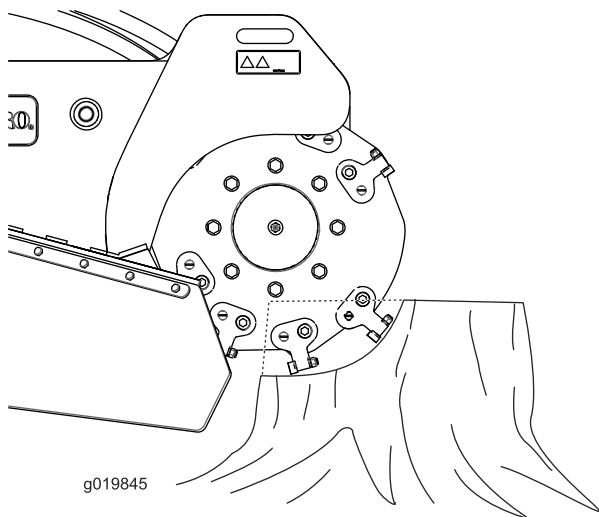

Figura 21
4. Utilizzate la leva di comando per spostare lentamente la tranciatrice attraverso la parte anteriore del ceppo, provocando una miriade di trucioli (Figura 21).
- Agite sui bordi del ceppo per ottimizzare il taglio. Quando l'area di taglio è prossima a 1/4 del diametro della ruota (Figura 21), sollevate la tranciatrice, spostatela in avanti e riprendete a tagliare il bordo.